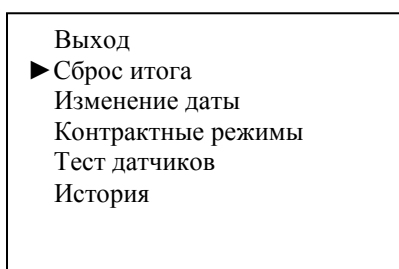

Рис. 9 – Меню «Технологический режим»
3.4.6.2 При выборе соответствующего пункта в режиме «Системное меню» на ЖКИ вычислителя появится меню «Технологический режим» (рис. 9).